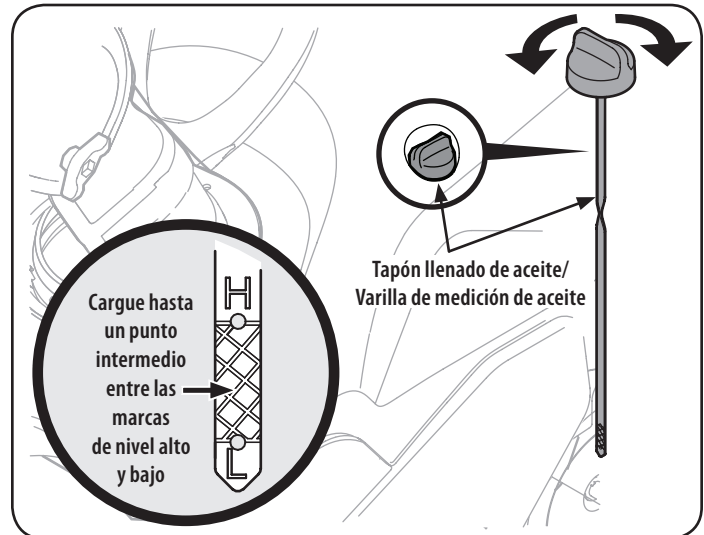

Figura 12
3. Vea la Figura 12 para el modelo 247.887802.
6. Saque el tapón / la varilla de medición de aceite. Si el nivel es bajo, agregue lentamente aceite hasta que el nivel registrado esté en un punto intermedio entre alto (H) y bajo (L), Figura 12 para el modelo 247.887802.